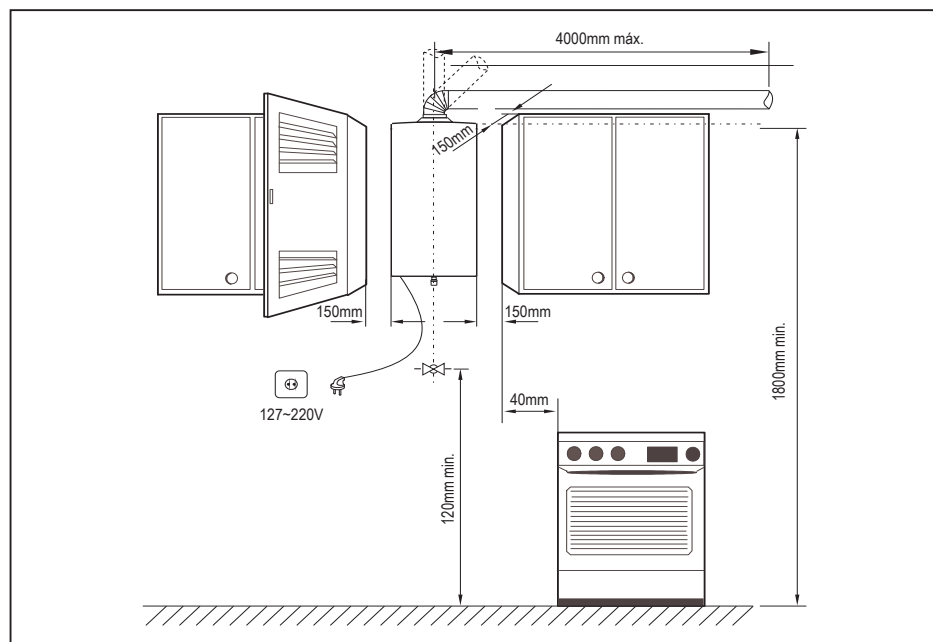

Fig. 7 Distanciamento mínimo
- Respeitar as medidas mínimas de instalação indicadas na Fig. 7.